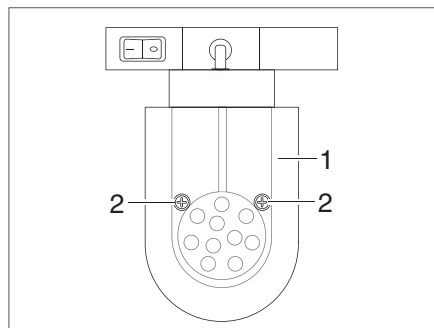

Fig. 178 Foco de LED (desplazable)
- Aflojar los tornillos de fijación (Fig. 178,2).
- Retirar el cristal de lámpara (Fig. 178,1) con cuidado.